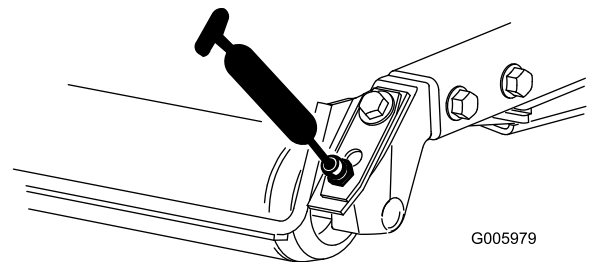

図 86
- 図 86に示す、後ローラのベアリングカッティングユニット 1 台に 2ヶ所